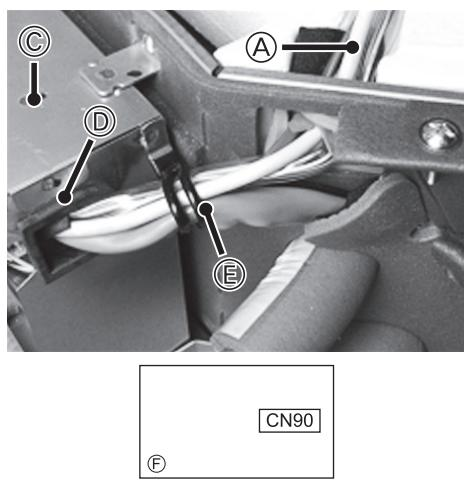

Fig. 4-3
(3) Faites passer le câble de jonction sans fil dans la MANCHON du boîtier électrique puis raccordez le câble à CN90 sur la carte contrôleur interne. (Fig. 4-3)
- (4) Fixez les câbles et les fils à l'aide de l'attache.